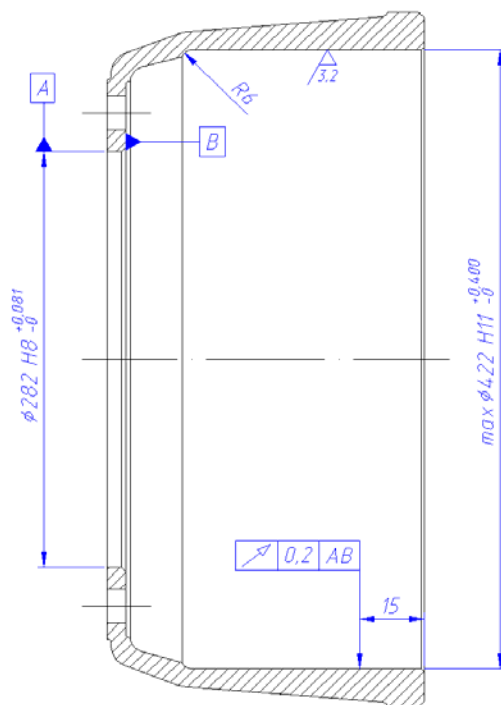

Рис. 5. Размеры для обрабатывания барабана на токарном станке
Если нужно обрабатывание внутреннего диаметра тормозных барабанов на токарном станке (поверхность трения тормозных накладок), изготовитель позволяет следующие допустимые размеры и условия обрабатывания (рис. 5):
2. Проверить исправность рабочих поверхностей ведущих полуосей, шарнира и крестовин. В вилку внутреннего ведущего вала запрессовать на глубину примерно половины гнезда собранный подшипник. Крестовину одним шипом продеть в свободном отверстии в вилку вала и противолежащий шип вложить в предварительно частично запрессованный подшипник. Подшипник затем напрессовать на полную глубину вплоть до канавки под стопорными кольцами и фиксировать стопорными кольцами (6).
3. Запрессовать противолежащий подшипник. При сборке нужно выдержать осевой люфт каждого шипа в пределах $0,05 - 0,2$ мм. Этот зазор обеспечивается путем выбора подшипников кардана (класс В или С) и применением приспособленных стопорных колец (6), которые ставятся в диапазоне толщины с $1,6$ до $1,9$ мм, через $0,1$ мм так, чтобы разная толщины противолежащих колец не превышала $0,1$ мм. После фиксации шипа стопорными кольцами проверяется как осевой люфт, так и подвижность шипа.
Внимание! При сборке крестовин нужно у шипа со смазочным отверстием вставить подшипник кардана с установленной пресс-масленкой (13) (рис. 5).